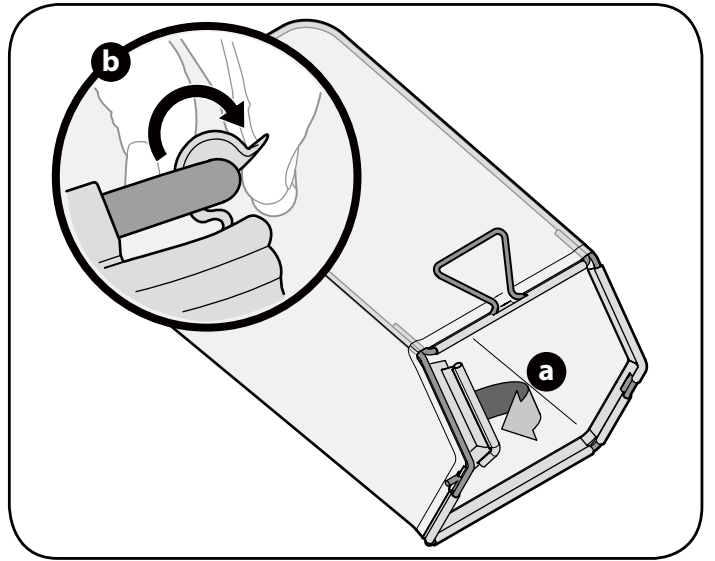

Figura 7
- b. Deslice el canal plástico de la bolsa de césped sobre los ganchos del marco. Ver la Figura 7.